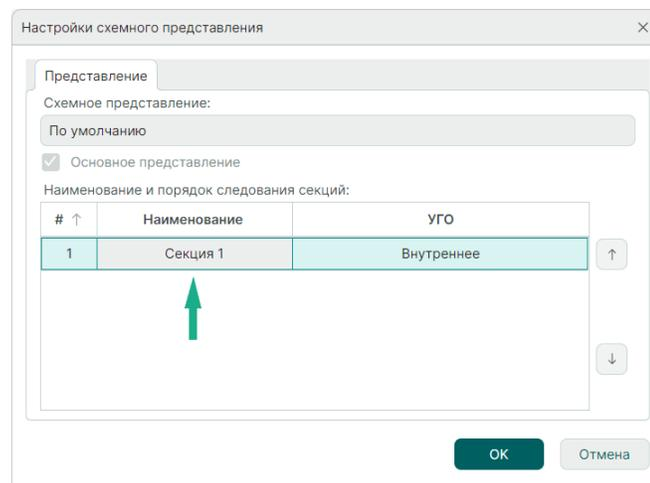

Рис. 226 Переименование секции
2. Выберите в таблице секцию, которую необходимо переименовать, и введите новое имя в столбце «Наименование», см. Рис. 226.